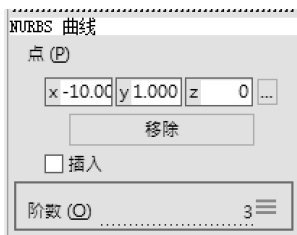

图 3-4 NURBS 曲线阶数
3) 选中任意一条曲线，观察控制面板中的“阶数”参数，如图 3-4 所示。曲线控制点与曲线阶数具有以下关系：